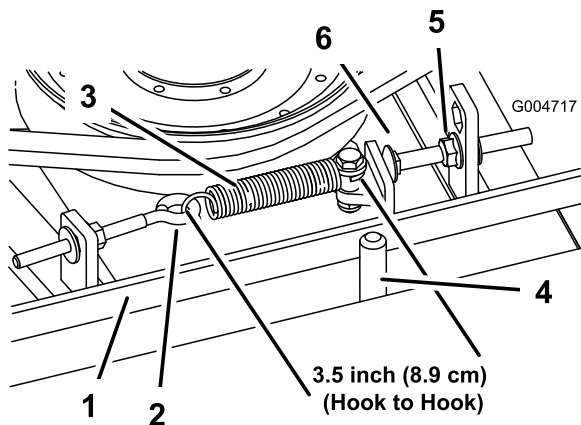

Figura 97
Quando la tensione è corretta, la misura interna della molla di prolunga (da gancio a gancio) deve essere circa 8,27 cm - 9,53 cm. Quando la tensione della molla è giusta, regolate il bullone di arresto (bullone a testa tonda) fino ad ottenere un gioco di 0,17 - 0,4732 cm tra la testa del bullone ed il braccio di rinvio (Figura 97).
Nota: Verificate che la cinghia si trovi dal lato molla del guidacinghia (Figura 97).
2. Allentate il bullone ad occhio per consentire la rimozione della molla di prolunga (Figura 97).
3. Allentate il dado flangiato che fissa il bullone di arresto all'aletta di montaggio e spostate la puleggia tendicinghia dalla cinghia per rilasciare la tensione (Figura 97).
9. Collegate la molla di prolunga (Figura 97) al bullone ad occhio e tendete la cinghia come segue: